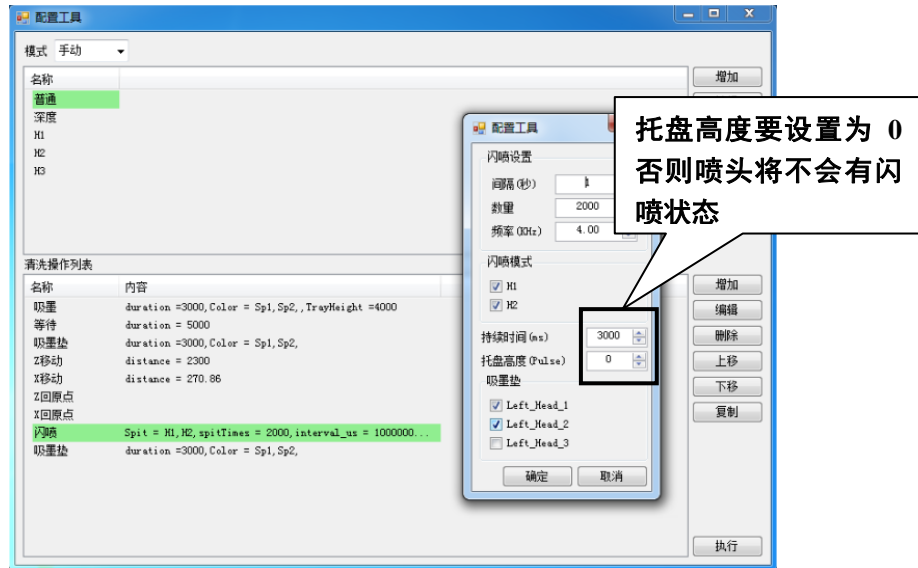

图 7.18 闪喷设置
9、鼠标左键双击“闪喷”根据如图 7.18 设置确定。鼠标左键单击鼠标点击闪喷—>执行,喷嘴闪喷墨水。托盘高度要设置为 0, 持续时间为 3000ms。